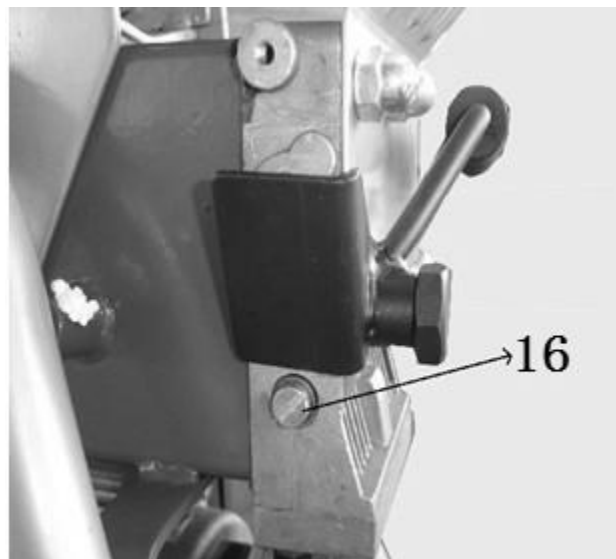

Fig. 8
VIS DE LIMITATION (16) A LA FIG.8!